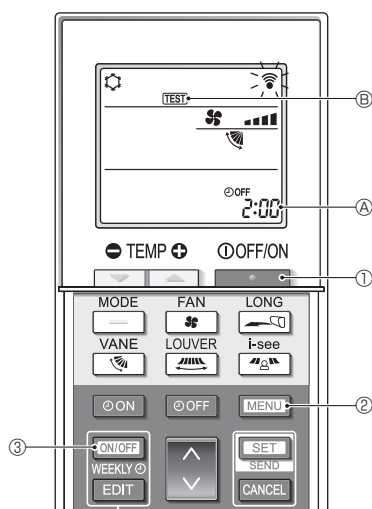

Fig. 7-5
■ Testkjøring (Fig. 7-5)
- Trykk på [ON/OFF]-knappen ① for å stoppe klimaanlegget.
- Hvis uketidsuret er aktivert (WEEKLY lyser), trykker du på [ON/OFF WEEKLY]-knappen ③ for å deaktivere det (WEEKLY slukkes).
- Trykk på [MENU]-knappen ② i 5 sekunder.
- Trykk på [MENU]-knappen ②.